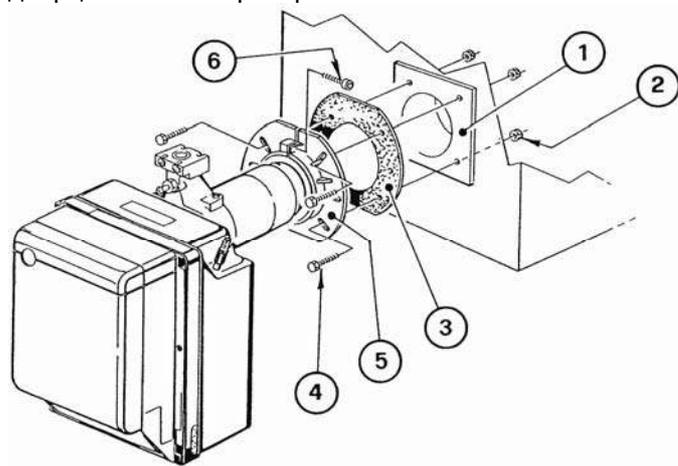

Рис. 7
- Установите фланец (5) с **изоляционной прокладкой** (3) на дверцу котла (1) с помощью четырех болтов (4) (и при необходимости гаек) (2), но не затягивайте один из верхних болтов (4) (см. рис.7).
- Вставьте во фланец (5) головку горелки, затяните фланец болтом (6), затем затяните верхний болт (4).